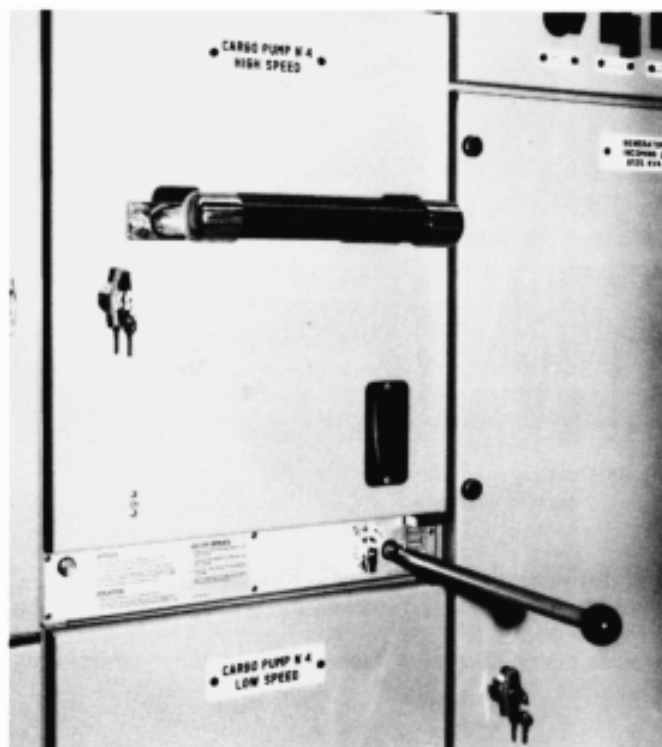

Fig. 34 Porta chiusa con asta di manovra predisposta
- allineare l'asta di manovra (fig. 34)
- align the operating rod (fig. 34)